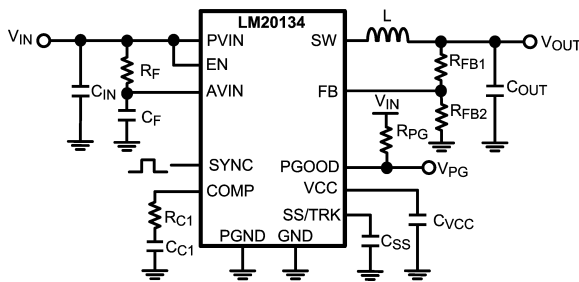

FIGURE 2. Typical Application Circuit
LM20134 は、できる限り少ない外付け部品で効率的な低電圧降圧レギュレータを実装するために必要なすべての機能を備えたスイッチング・レギュレータです。この使いやすいレギュレータは、2つのスイッチ素子を内蔵し、最大 4A の連続出力電流を供給できます。レギュレータは非線形スロープ補償によるピーク電流モード制御により、出力電圧範囲全体にわたり最適な安定性および過渡応答を実現します。ピーク電流モード制御は、入力電圧フィードフォワード、サイクルごとの電流制限、ループ補償が簡単という特長を原理的に備えています。内蔵発振回路は最大 1.5MHz までの周波数に同期可能で、インダクタ・サイズを最小化しながら最大 96% の効率を達成しています。高精度な内部電圧リファレンスにより、出力を 0.8V という低電圧に設定できます。そのほか、電流制限、サーマル・シャットダウン、オーバーボルテージ保護、シャットダウン機能を備えています。デバイスは放熱を助ける露出パッドを組み込んだ eTSSOP-16 パッケージで供給されます。5V または 3.3V バスから効率的に降圧する目的で、LM20134 は数多くのアプリケーションに適用することが可能です。LM20134 の一般的なアプリケーション回路は設計ガイドラインの Figure 2 に示しています。
この項では、全機能を有する電源の構築に必要な外付け部品の選定方法を段階を踏んで説明します。どのような DC/DC コンバータの設計であっても、効率、実装面積、性能が最適化のトレードオフになります。このセクションではこれらの設計条件について詳しく取り上げます。部品選定を簡易化するために、下の Figure 2 に示す回路を参考として使用します。特記のない限り、すべての式において単位は電流をアンペア (A)、容量をファラッド (F)、インダクタンスをヘンリー (H)、電圧をボルト (V) とします。
高周波ノイズのスパイクによって AVIN ピンおよび AGND ピンに接続された高感度のアナログ回路が妨害されることを防ぐため、PVIN と AVIN の間に高周波数 RC フィルタが必要となります。これらの部品は Figure 2 に C_F および R_F として示されています。 R_F に必要な値は 1Ω です。 C_F は必ず使用してください。 C_F の推奨値は $1.0\mu\text{F}$ です。フィルタ・コンデンサ C_F は、AVIN と AGND を直接接続し、可能な限り IC の近くに配置してください。このとき、 C_F には X5R や X7R など、適切なセラミック・コンデンサを選択すべきです。